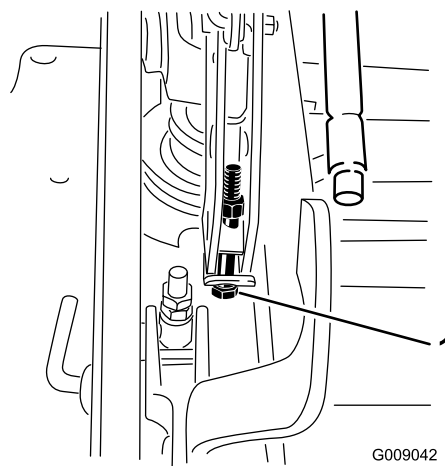

Figura 85
13. Se il piatto è troppo basso, serrate il bullone di regolazione da un punto unico ruotandolo in senso orario. Se il piatto è troppo alto, allentate il bullone di regolazione da un punto unico ruotandolo in senso antiorario (Figura 85).